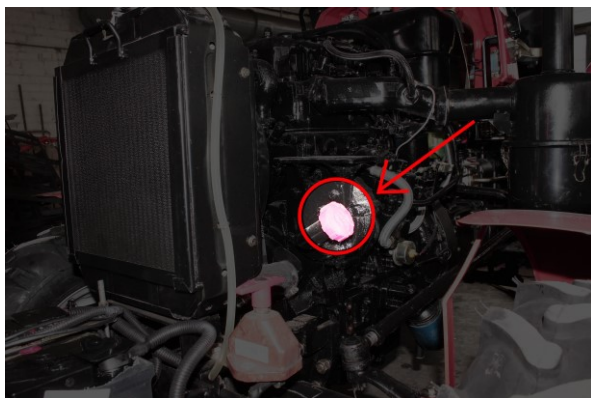

Рис. 2
2. Заменить масло на новое минеральное М10-Г2 или универсальное полусинтетическое 10W40 по уровень на щупе через заливную пробку (Рис. 2).